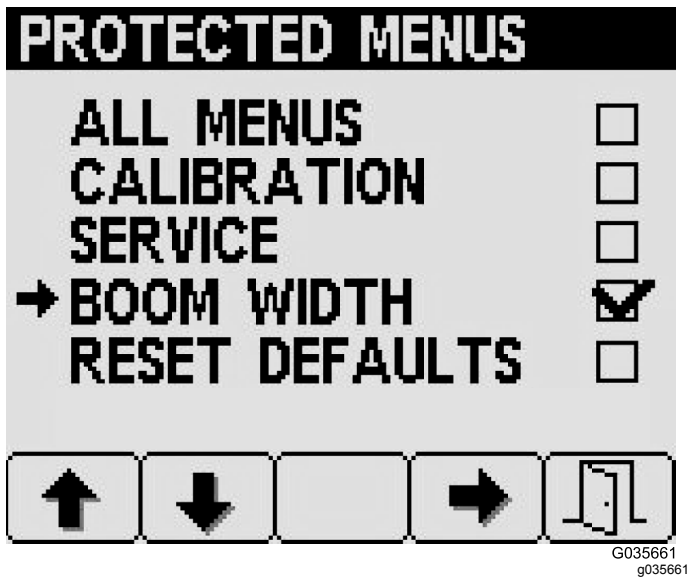

图30
3. 按 4 号按钮选择或取消选择 图30 中所示的单个受保护菜单项目。